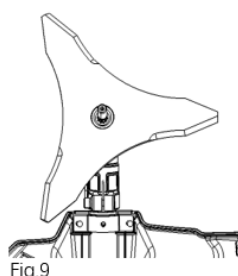

Fig.9
2. Allineare il disco sulla piastra di supporto, inserire la chiave a brugola n. 1 nel foro e posizionare il disco sulla piastra di supporto, allineare la flangia, il parapolvere e avvitare il dado con una chiave a tubo in senso antiorario finché non è sufficientemente stretto (Fig.9 , 10 e 11)